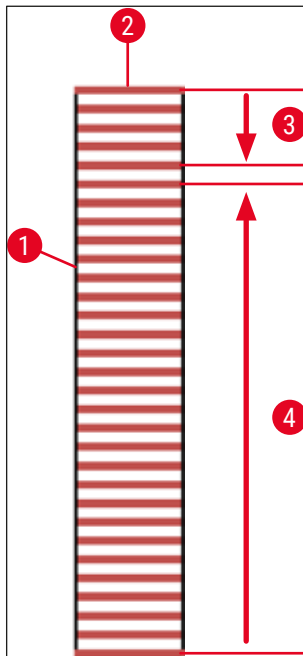

Рис. 74
Во избежание высыхания предметных стекол в процессе обработки в первую очередь всегда обрабатываются первые 5 предметных стекол. После этого штатив перемещается вверх и обработка возобновляется с последнего предметного стекла в штативе (→ Рис. 74).
- На схематическом изображении (→ Рис. 74) штатива (→ Рис. 74-1) с вставленными предметными стеклами (→ Рис. 74-2) показана последовательность обработки.